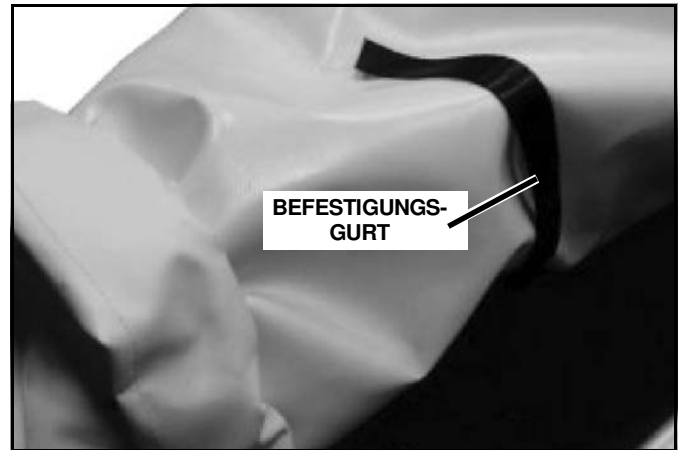
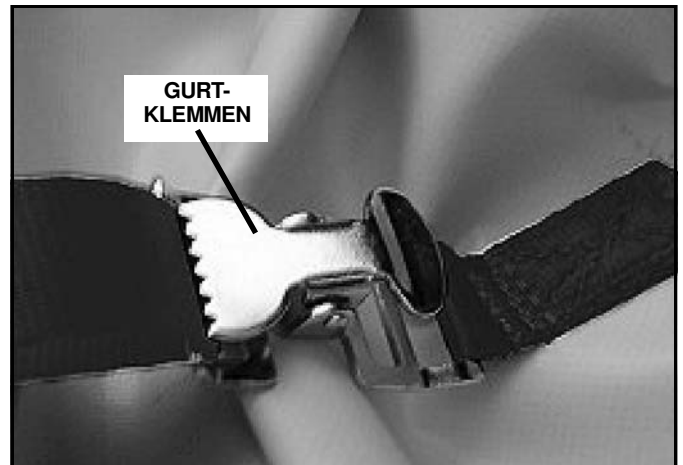

Abb. 1-8
Abb. 1-9
3. Nachdem die Plane vollständig aufgerollt wurde, befestigen Sie diese durch das Einführen der unteren Befestigungsgurte (Siehe Abb. 1-8) in die gurtklemmen (Siehe Abb. 1-9).